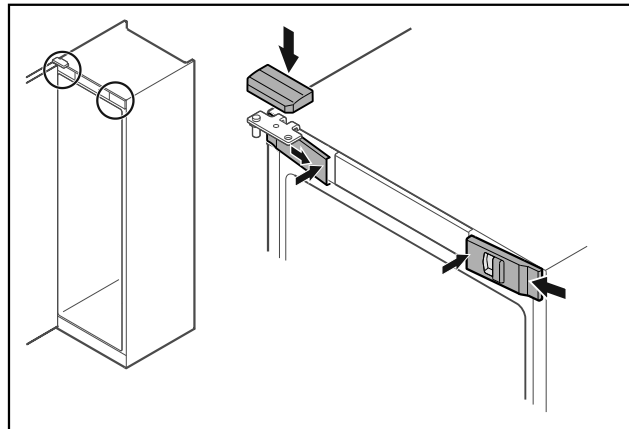

Fig. 50
- ▶ Z boku założyć przednie osłonki Fig. 50 (1) i zazępić.
- ▶ Górną osłonkę Fig. 50 (2) zazępić od góry.